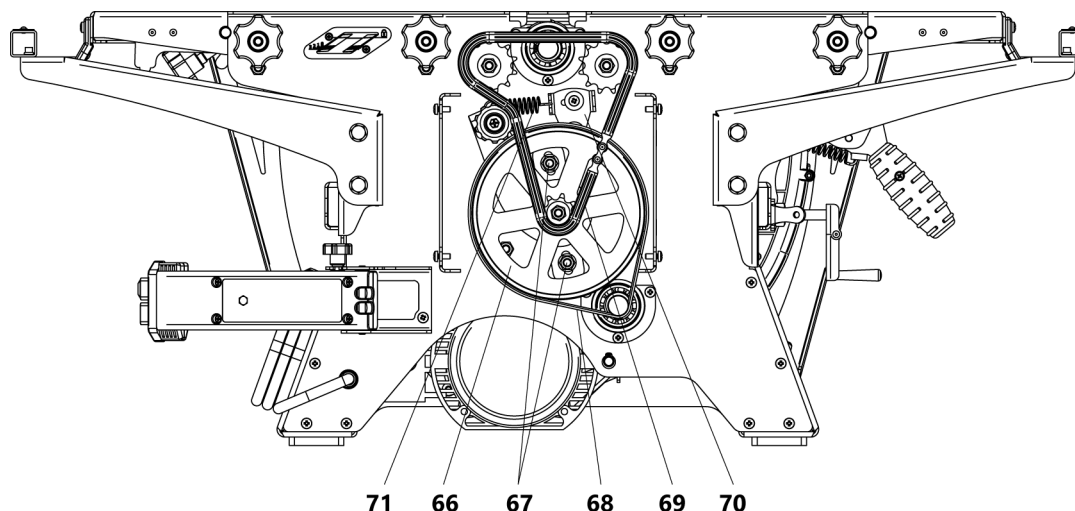

Рисунок 23 Установка приводного ремня и цепи автоматической подачи при рейсмусовании
При необходимости произведите смазку приводной цепи 69 (рис. 23) литолом.
- ослабить гайки 67 крепление шкива 66 (рис. 23);